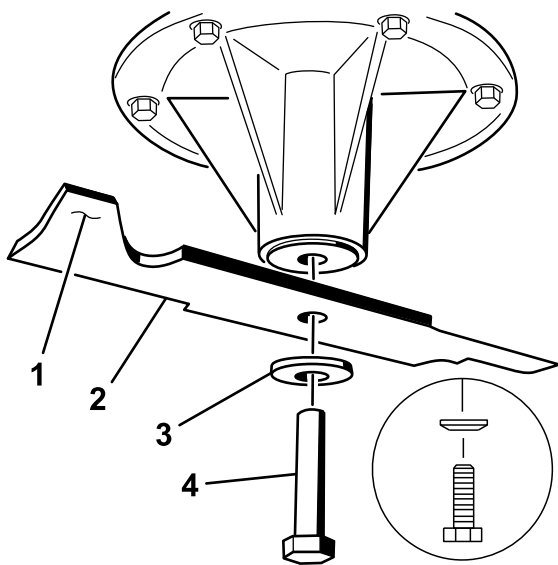

Figura 109
2. Retire el perno de la cuchilla, la arandela curva y la cuchilla del eje (Figura 109).